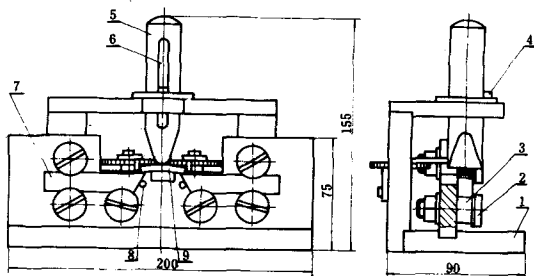

图 2
4.3 剪切试验夹具见图2。该夹具应有允许试样自由伸长的支座和自动对中的装置。上压头半径为3 mm。滑动支座间距：玻璃纤维增强塑料为20 mm；碳纤维和芳纶纤维增强塑料为11 mm。